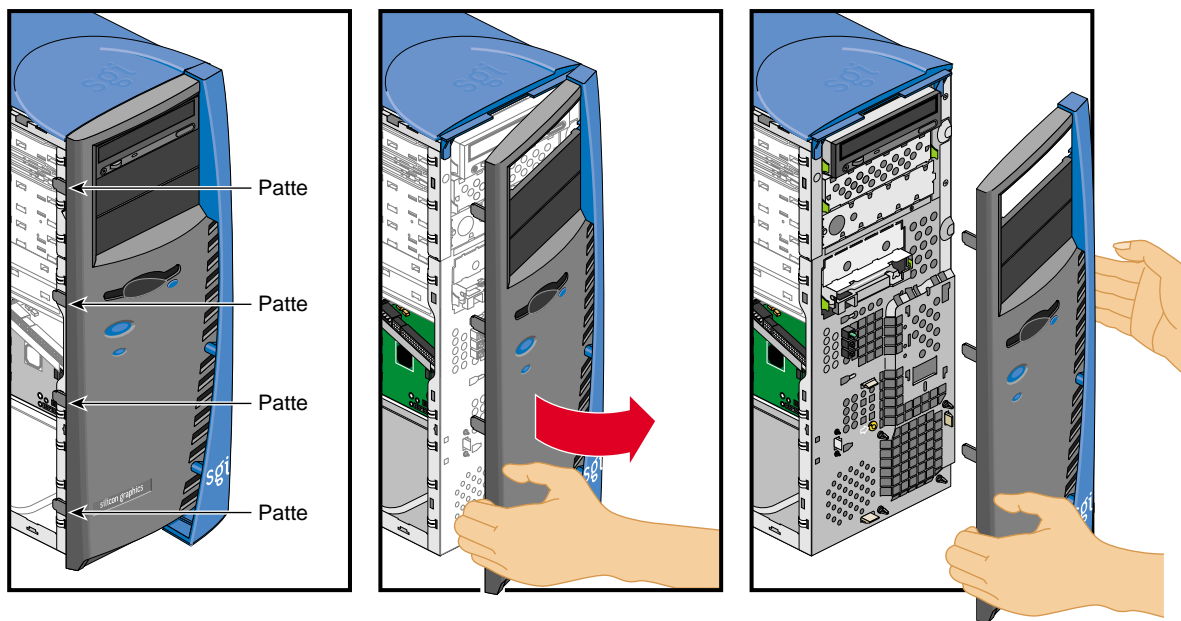

Figure 2-2 Démontage du panneau frontal
- b. Libérez les quatre pattes latérales du panneau frontal en les faisant sortir délicatement du châssis, et en même temps éloigner le panneau frontal du système. La Figure 2-2 montre la procédure à suivre.